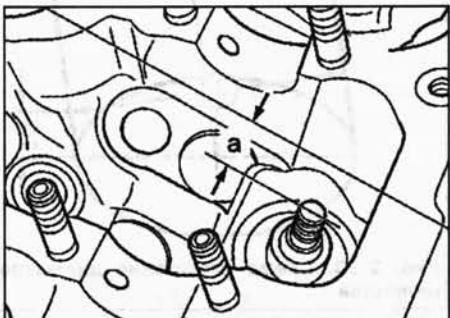

Рис. 2.85. Расстояние А между концом стержня клапана и верхним краем головки блока цилиндров
– измерьте расстояние А между концом стержня клапана и верхним краем головки блока цилиндров (рис. 2.85);